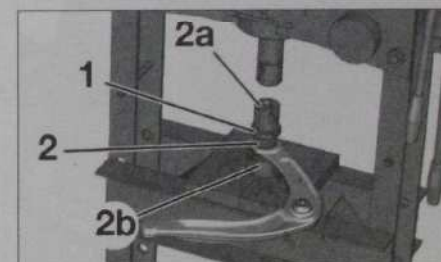

Fig. 24
- Positionner l'articulation élastique (2) entre la presse et le bras inférieur et intercaler, une cloche d'appui [2a] une butée de montage (1) et un tampon de montage [2b] adapté (Fig.24).